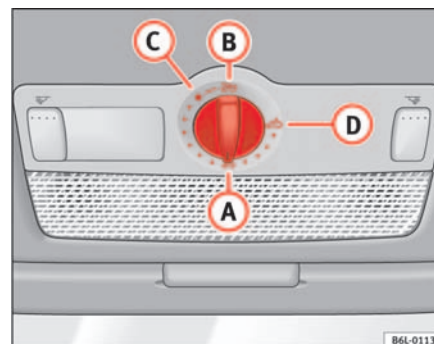

Fig. 53 Détail du ciel de pavillon : commande rotative du toit ouvrant coulissant/relevable
- Tournez la commande rotative en position **A** ⇒ fig. 53 ⇒ ⚠.